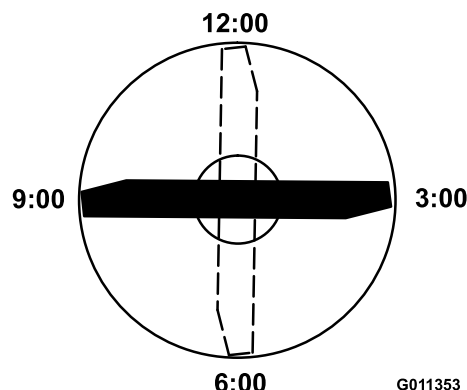

Figura 73
4. Posicione a extremidade de corte da extremidade marcada da lâmina nas 12 horas (a direito na direção do corte) (Figura 73) e meça a altura da mesa à extremidade de corte da lâmina.
5. Rode a extremidade marcada da lâmina para as posições das 3 horas e das 9 horas (Figura 73) e meça as alturas.